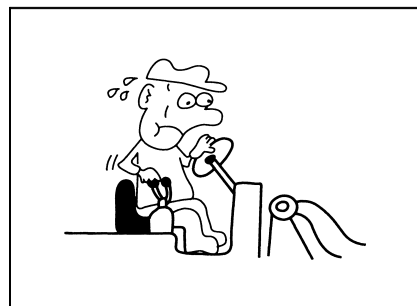

Рис. 1-58
- Следует точно управлять рабочими устройствами путём рычагов управления во избежание ошибочного оперирования(рис. 1-58)..